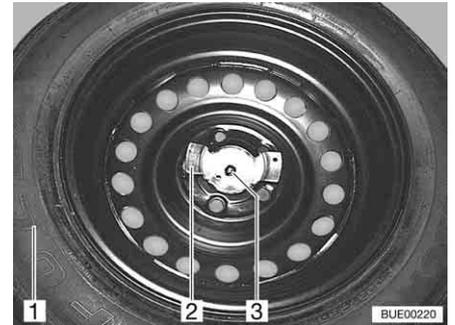

Fig. 214 Fijación de la rueda de repuesto
- Desenroscar las dos tuercas (Fig. 214,2 y 3).
- Sacar la rueda de repuesto (Fig. 214,1) del portador de la rueda de repuesto.